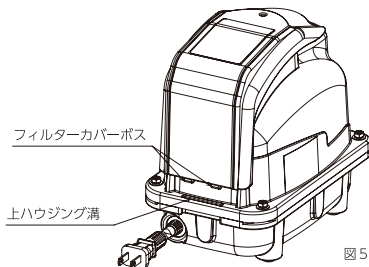

図4
- ⑤上ハウジング後側、フィルター部側面溝に溜まったホコリを取り除いてください。(図4)